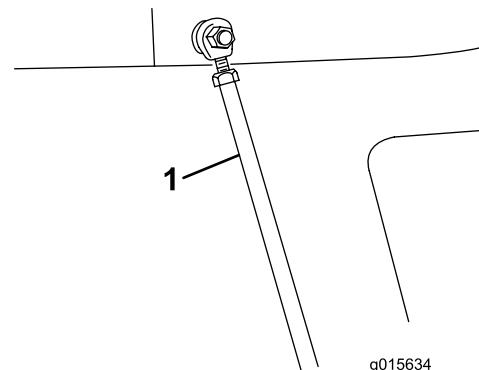

図 21
5. ヘアピンコッターを使って、ホッパーのタイロッドをフレームに固定する図21。